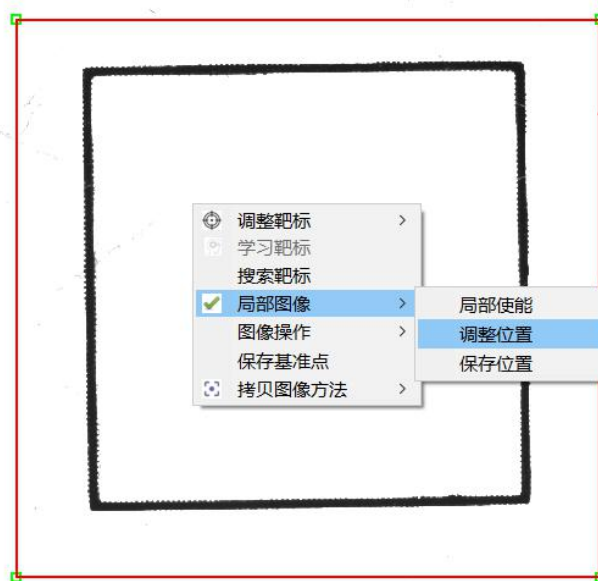

图 2-22
->点击“保存位置”。如下图 2-22 所示，局部图像的作用：限制缩小图像学习搜索的区域；